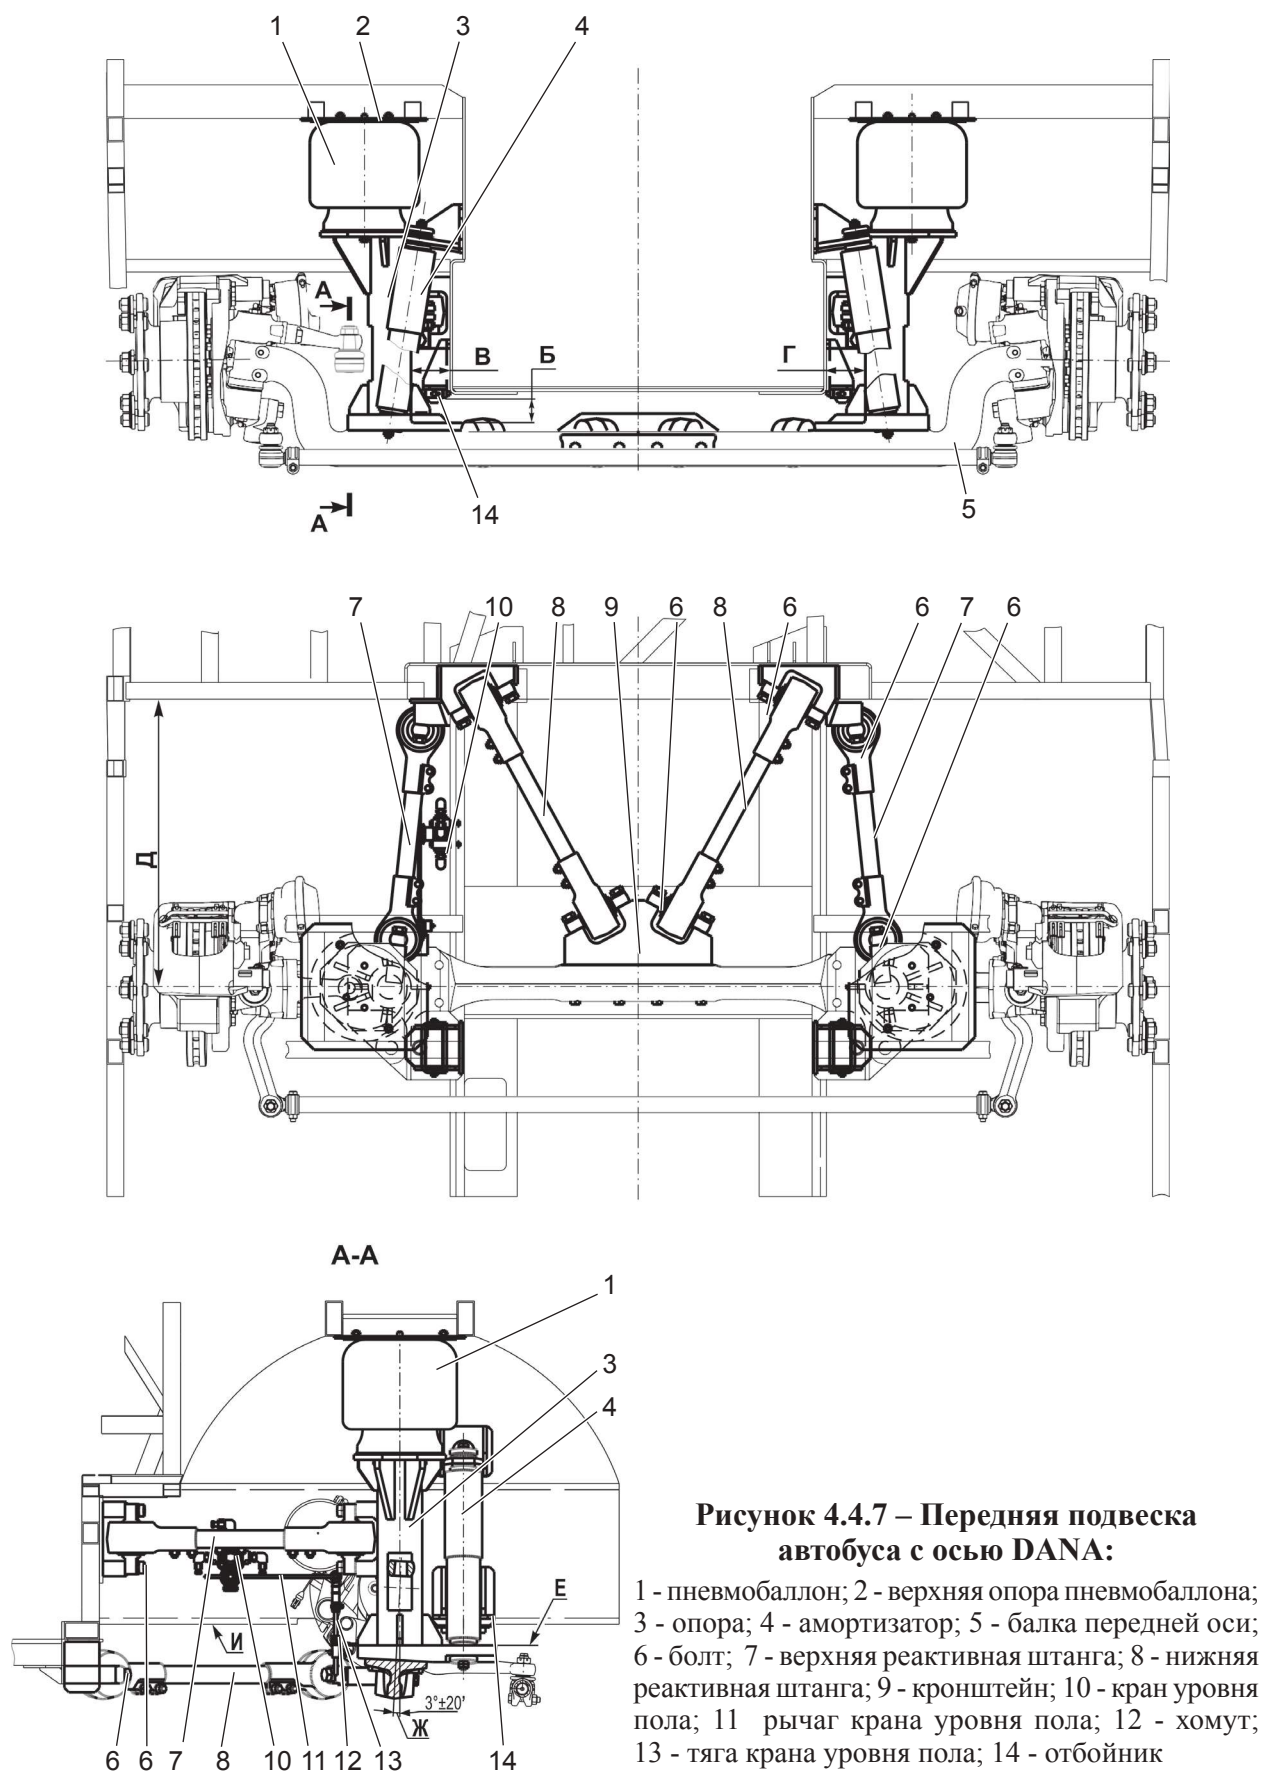

Рисунок 4.4.7 – Передняя подвеска автобуса с осью DANA:
Балка передней оси 5 (рис. 4.4.7) с опорами 3 шарнирно соединена с кузовом автобуса системой реактивных штанг, состоящей из двух нижних реактивных штанг 8 и двух верхних реактивных штанг 7. Реактивные штанги воспринимают усилия от реактивного и тормозного моментов. Передняя ось устанавливается симметрично и перпендикулярно продольной оси автобуса изменением длин реактивных штанг, продольный угол наклона шкворня также обеспечивается регулировкой длин реактивных штанг.
Для гашения колебаний, возникающих при движении автобуса по неровностям дороги, в подвеске установлены два гидравлических амортизатора 4 (рис. 4.4.7) двустороннего действия телескопического типа. Корпус амортизатора закреплен через резиновые подушки на опоре 3 подвески, а шток амортизатора – на кронштейне каркаса автобуса.
– крепление головок реактивных штанг к каркасу автобуса и к балке передней оси. Момент затяжки болтов 6 (рис. 4.4.7) – 353...432 Н·м (36...44 кгс·м). При проведении первого ТО–2 произвести инструментальный контроль момента затяжки;
Передняя ось должна располагаться симметрично относительно колесных арок, контроль производить измерением расстояния между поперечной балкой каркаса и осями ступиц колес передней оси (расстояние «Д» (рис. 4.4.7) должно быть $685\pm 2,5$ мм).